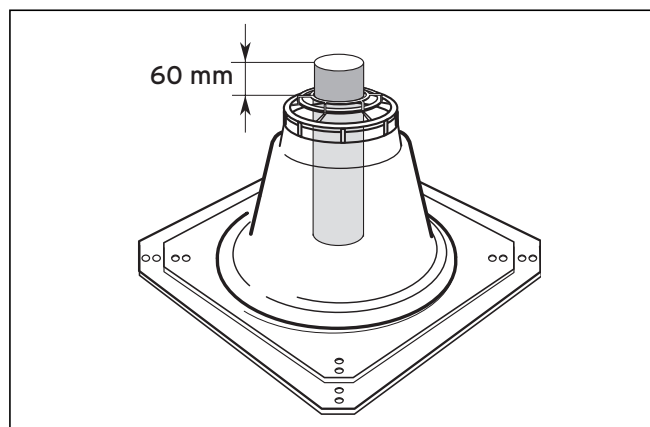

Fig. 5.9 Lunghezza del tubo di scarico superiore
- Fissare il faldale della copertura della canna fumaria (3) con quattro viti sul bordo di sbocco del camino.
- Controllo: dal faldale della copertura della canna fumaria (3) devono sporgere 60 mm (vedere Fig. 5.9).
- Inserire il cappello della copertura della canna fumaria (1) sull'estremità terminale del condotto rigido di scarico fumi e bloccarlo saldamente esercitandovi pressione. (Il cappello non si innesta nel faldale.)